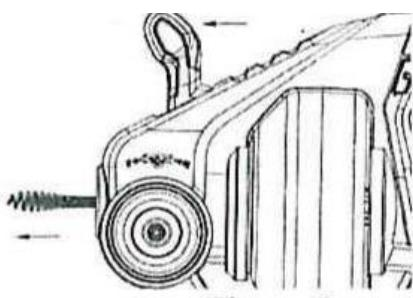

Рисунок 5
- 1) Легко нажмите на переключатель скорости, переведите рукоятку вперед в положение F, гибкий вал выдвинется вперед (рис. 5);